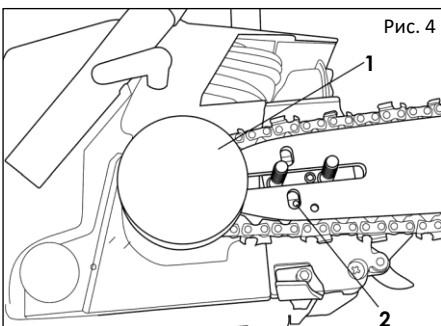
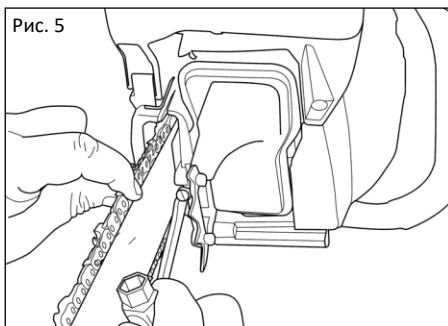

Рис. 4
Рис. 5
⚠ ВНИМАНИЕ! Палец натяжения цепи должен плотно войти в отверстие на шине (Рис. 4, полож. 2). Положение пальца может быть отрегулировано при помощи болта натяжения цепи (Рис. 5)
- ✿ Натяните цепь при помощи болта натяжения (Рис. 5), а затем закрутите гайки крышки звездочки трубчатым ключом, входящим в комплект поставки.
- ✿ Отвёрткой поверните болт натяжения цепи (Рис. 5). Поворачивайте болт натяжения цепи до тех пор, пока не достигнете требуемого натяжения (На середине шины цепь должна свободно вытягиваться в горизонтальном положении на высоту, примерно равную 3 - 4 мм.